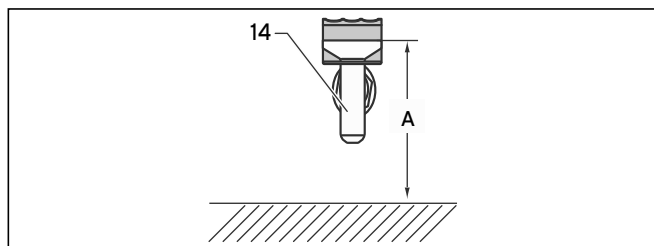

Fig. 4.3 Montage de l'entonnoir
- Montez l'entonnoir (14) tel qu'indiqué dans la fig. 4.3 et conformément au tab. 4.2.